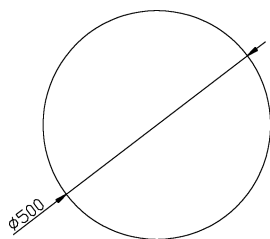

图 3-69 绘制圆
2) 在功能区单击“默认”选项卡→“绘图”面板→“圆”按钮，并使用“圆心，半径”模式，绘制一个 $\phi 500$ 的圆形，如图 3-69 所示。